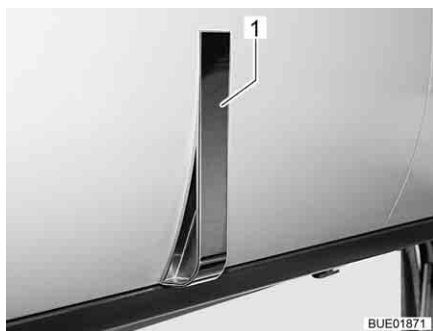
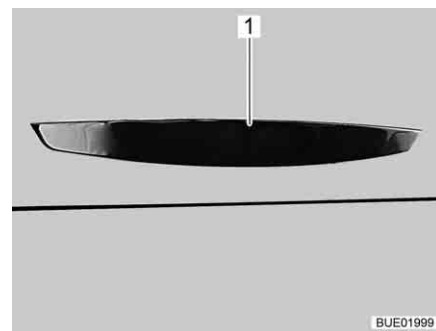

Bild 41 Skåplucka med handtag (exempel)
Bild 42 Skåplucka med handtag (alternativ)
- Öppna skåpluckan genom att dra i handtaget (Bild 41,1 eller Bild 42,1).